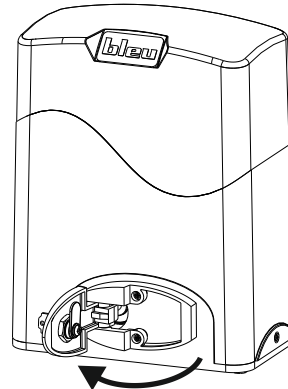

Fig.17
- Tirar de la palanca de desbloqueo hasta el tope, 90° aproximadamente (Fig. 17).